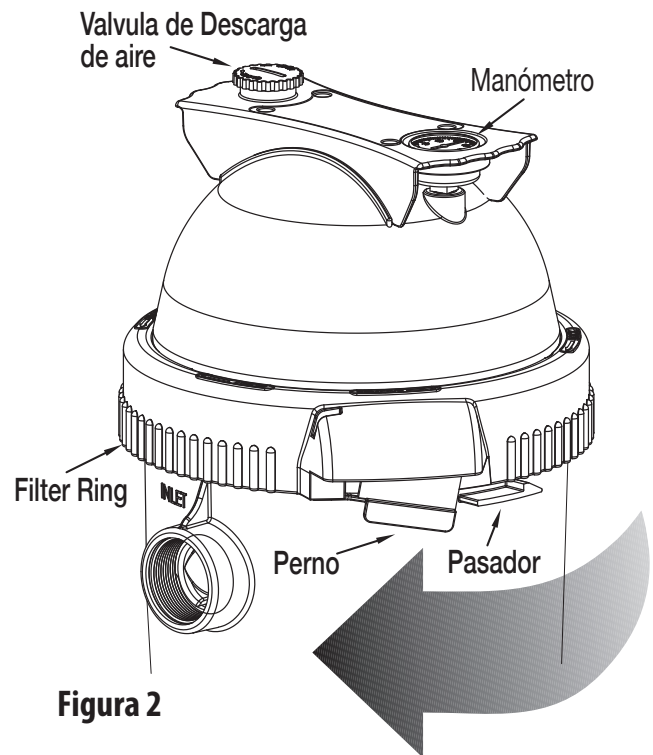

Figura 2
1. Trabe el Pro-Clean Ring firmemente en posición haciéndolo girar HACIA LA DERECHA hasta que haga "clic", después del pasador de seguridad (Consulte la Figura 2). Deja de girar en el momento en que el
2. Instale el manómetro y la válvula de descarga de aire (Consulte la Figura 2) en la tapa del tanque.
- C. Haga girar el Pro-Clean Ring hacia la derecha hasta que se trabe detrás del pasador de seguridad (Consulte la Figura 2).